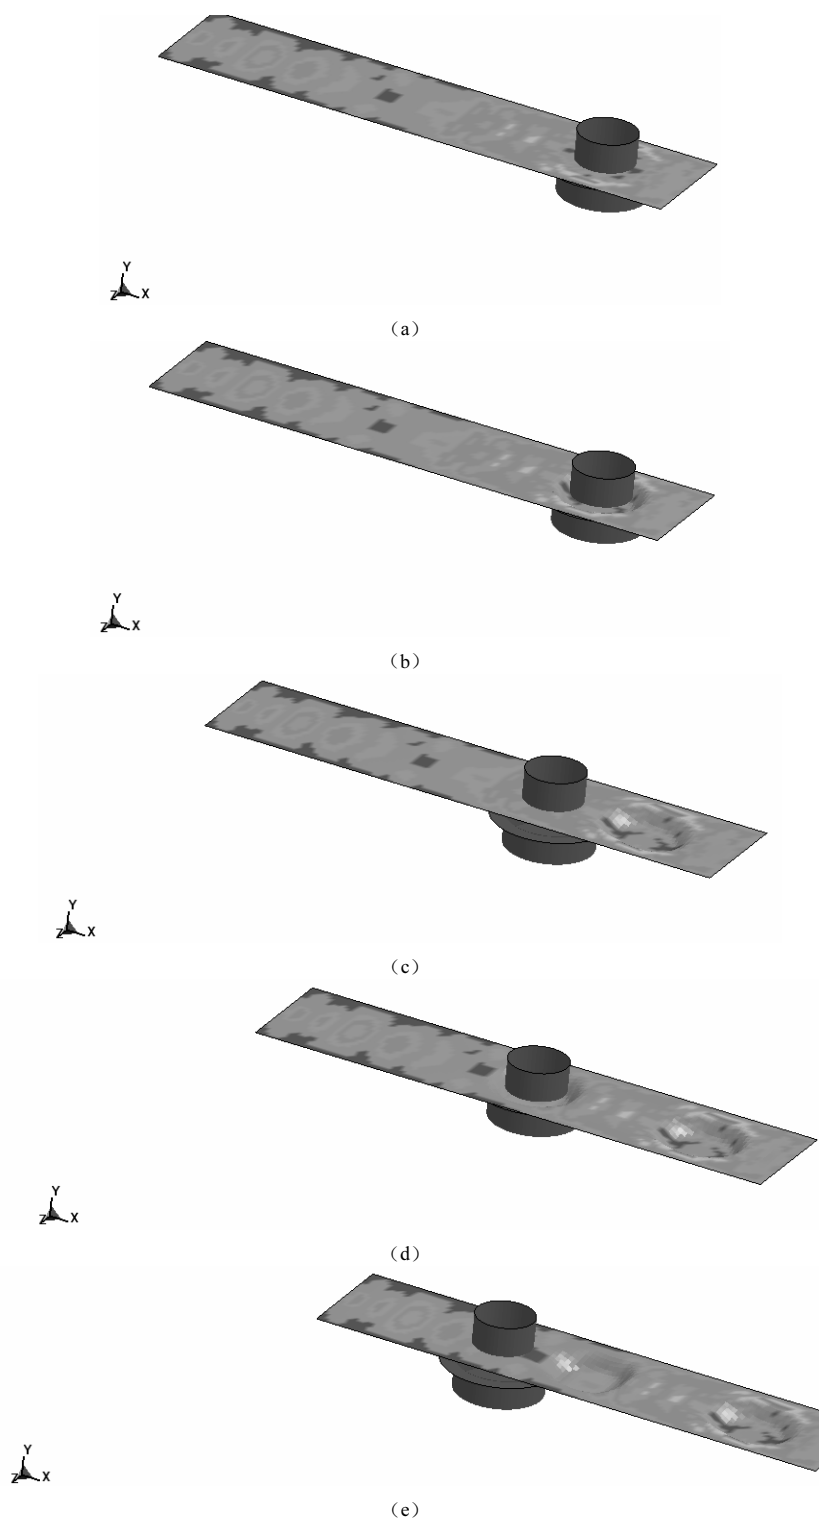

图 10-124 钢带成型过程
(3) 调整视图的方位，观察应力云图的动画。板壳的成型过程如图 10-124 所示。